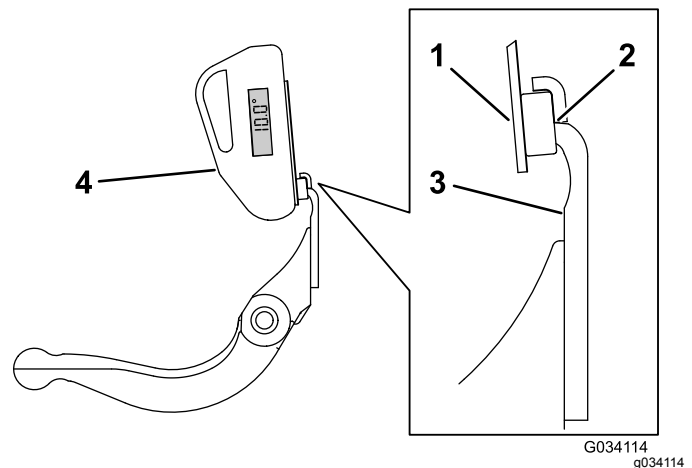

Bild 25
- Legen Sie die Neigungsmesserbefestigung an die Kante des Untermessers, sodass die Kante des Magnets bündig mit der Kante des Untermessers ist (Bild 25).
- Legen Sie den Neigungsmesser auf die Befestigung, wie in Bild 25 abgebildet.